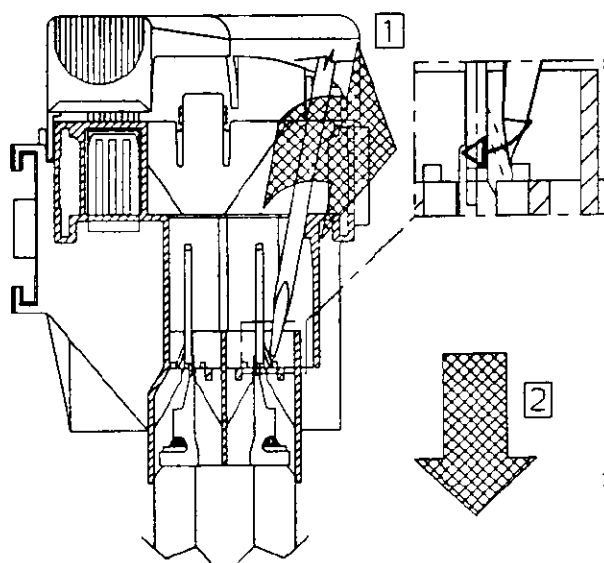

FIG. 17
1) Insert the screwdriver tip or similar tool into the cavity to bend the contact lance and then remove the contact by pulling on the wire (see Fig. 17)
1) Inserire la punta di un cacciavite o attrezzo simile nella cavità e piegare il dentino di trattenimento del contatto, quindi estrarre il contatto (vedi Fig.17).